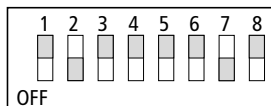

Abbildung 5-7: Schalterstellung S 2 im Auslieferungszustand (Adresse 2, Suconet-K1-Modus, PS3-Format)
Die Schalter 6 und 7 der Schalterleiste S 2 sind für die nachfolgenden Einstellungen reserviert. Die Stellung des Schalters 8 ist beliebig. Die Schalterstellung im Auslieferungszustand (Adresse 2 für Teilnehmer 1) ist in der Abbildung 5-7 dargestellt.
- ▶ Stellen Sie den Schalter 6 der Schalterleiste S 2 auf „ON“ (siehe Abbildung 5-7).
- ▶ Stellen Sie den Schalter 7 der Schalterleiste S 2 auf „OFF“ (siehe Abbildung 5-7).